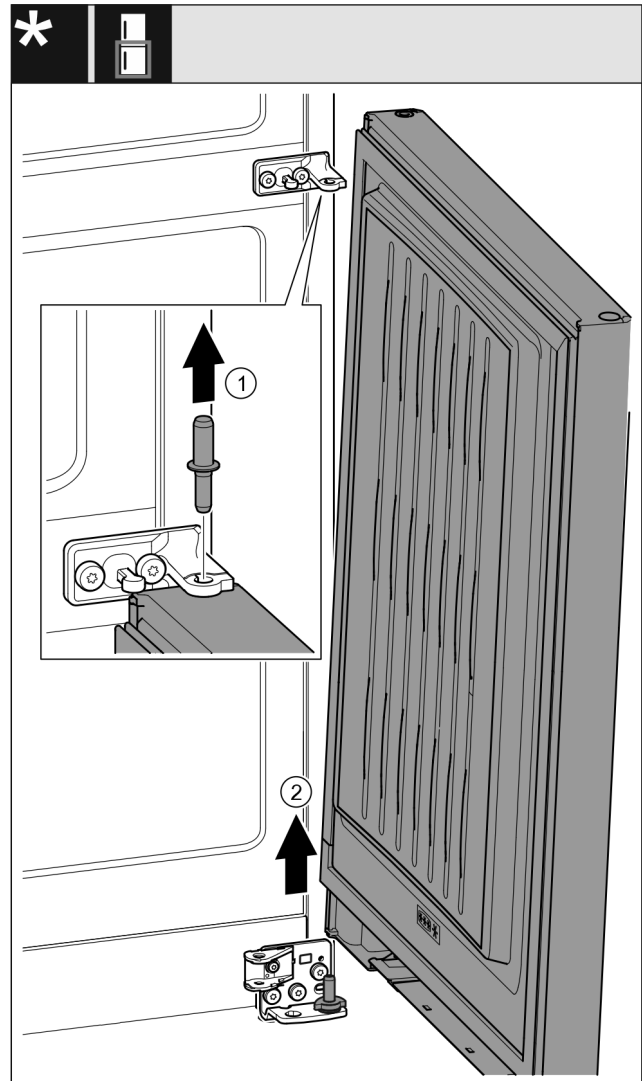

Fig. 27 Mit Schließdämpfer*
- ▶ Bolzen Fig. 27 (1) nach oben herausziehen.*
- ▶ Tür Fig. 27 (2) herausheben, nach oben ziehen und beiseitestellen.*